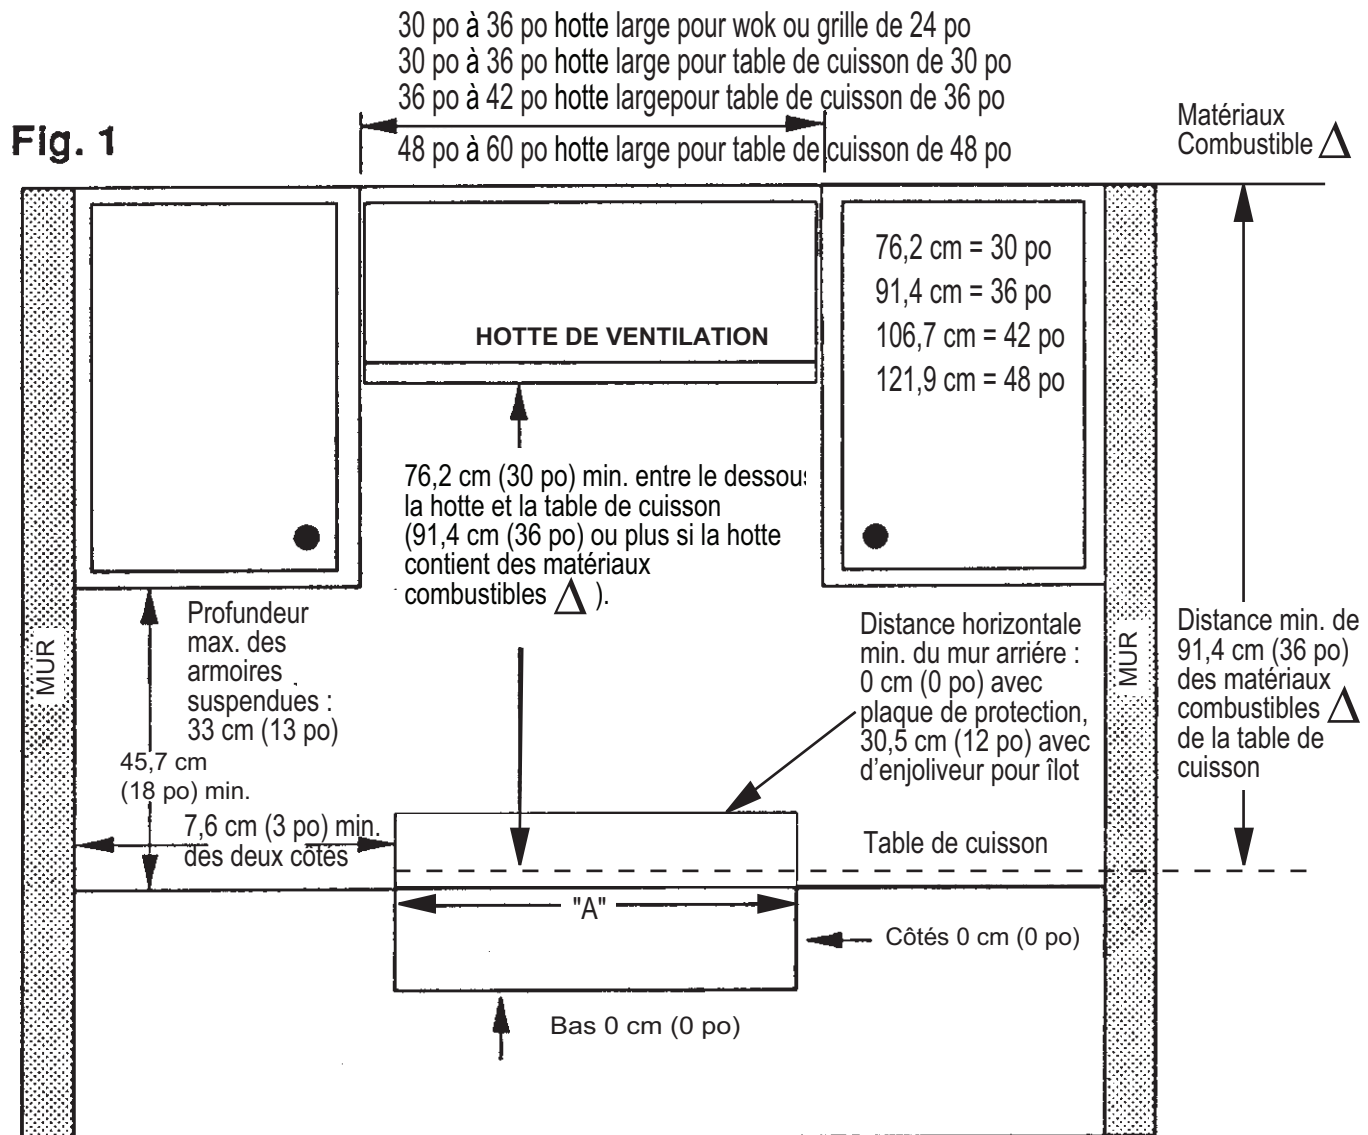

Figure 1 : Dégagements
- Pour une meilleure élimination des fumées, le bord inférieur de la hotte doit être placé à une distance de 91,4 cm (30 po) au-dessus de la table de cuisson. (Voir Figure 1).
2. Les dégagements requis sont indiqués à la Figure 1. Les mêmes dégagements s'appliquent aux installations en îlot, excepté pour les armoires suspendues qui doivent laisser un espace suffisamment grand pour y loger la hotte de l'îlot.
11. Pour l'installation de la table de cuisson de 1,22 m (48 po) sur les deux tiroirs chauffe-plats côte à côte de Thermador (modèle WD24), reportez-vous à la Figure 8. Si vous réalisez l'installation conformément à la Figure 8, le bord gauche de la table de cuisson sera aligné avec le bord gauche du tiroir chauffe-plats gauche et le bord droit de la table de cuisson sera aligné avec le bord droit du tiroir chauffe-plats droit. Pour obtenir un alignement différent, vous pouvez modifier la distance horizontale de 4,76 cm (1-7/8 po) entre les découpes des tiroirs chauffe-plats. Vous devez toutefois conserver une distance d'au moins 2,85 cm (1-1/8 po) pour éviter les interférences entre les tiroirs chauffe-plats. Montez un coude de 90° sur le tuyau d'arrivée de gaz de la table de cuisson. Tous les autres dégagements au-dessus du plan de travail doivent être maintenus comme indiqués à la Figure 1.